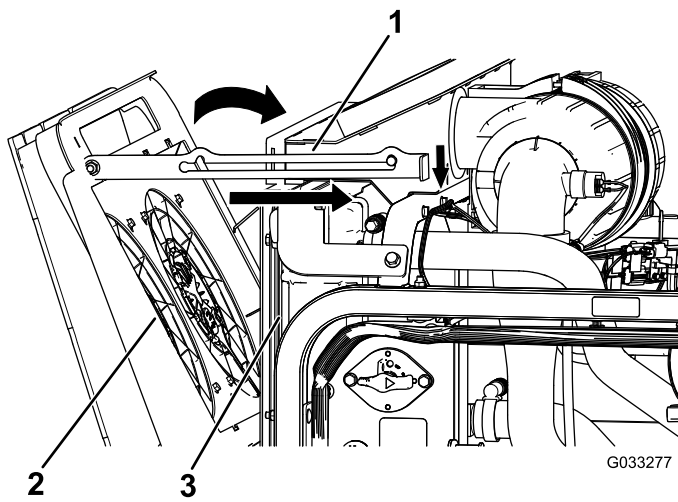

Figura 87
4. Gire hacia adelante los ventiladores de refrigeración del motor, y enganche la varilla de sujeción en la muesca (Figura 87).